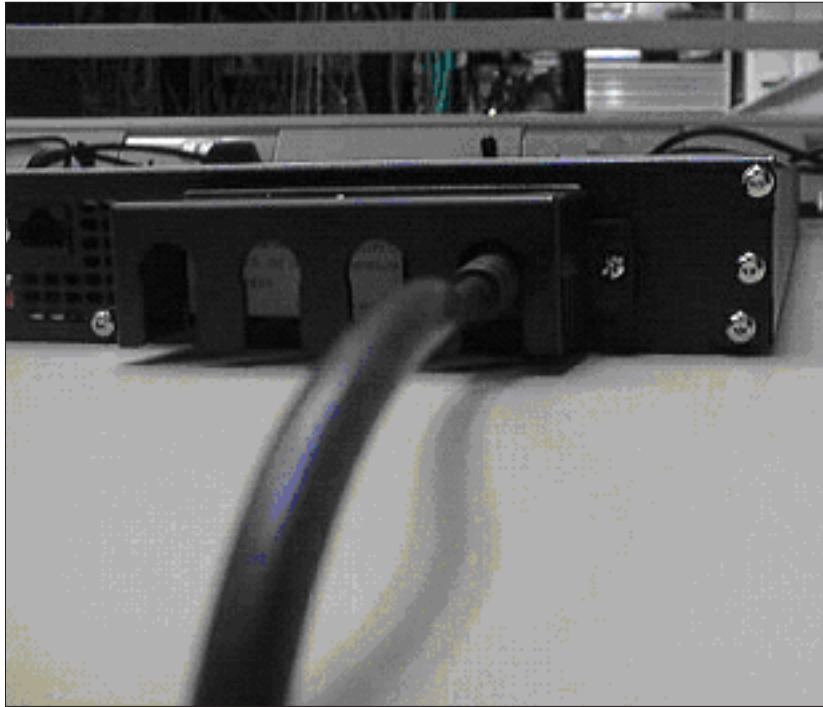

図 73. 2145-1U 無停電電源装置電源ケーブル保持ブラケット
5. 94 ページの図 73 に示されるように、それぞれの側で 1 つのねじでブラケットを所定の位置で固定します。